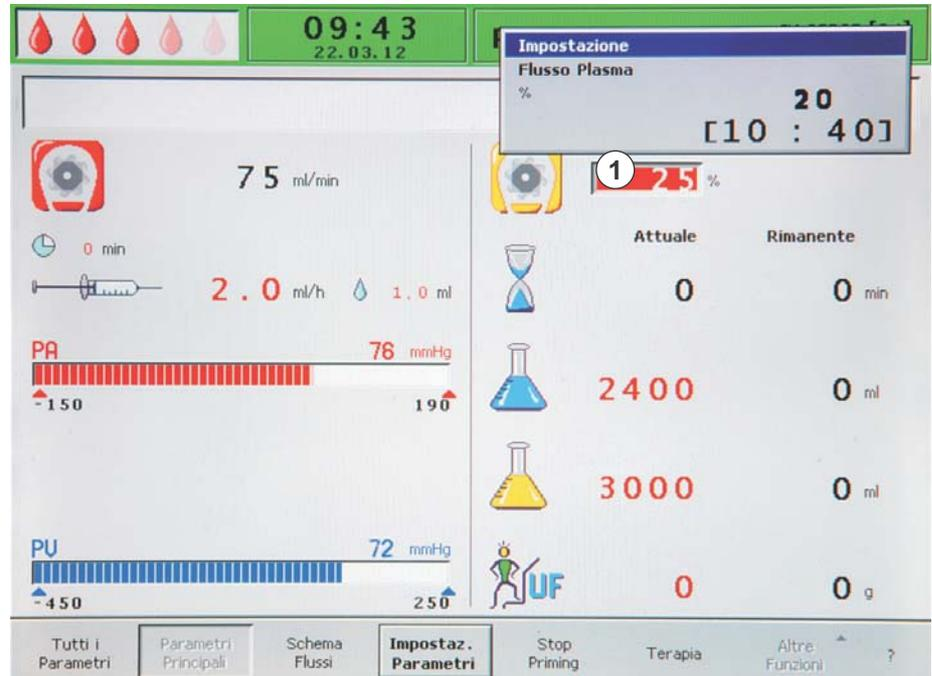

Fig. 2-19 Impostazione dei parametri nella videata *Parametri Principali*
- ↳ Il campo del parametro viene visualizzato con sfondo rosso e testo bianco (Fig. 2-19 , ①).